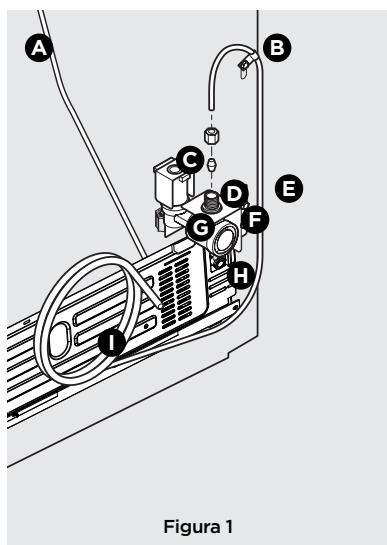

Figura 1
4. **Si usa tubos de cobre:** Deslice la tuerca de compresión de latón y luego el casquillo (manguito) en la tubería de suministro de agua. Introduzca la tubería de suministro de agua en la entrada de la válvula de agua tanto como sea posible 1/4" (6.4 mm). Deslice el casquillo (manguito) en la entrada de la válvula y apriete con la mano la tuerca de compresión en la válvula. Apriete otra media vuelta con una llave inglesa; NO apriete en exceso. Ver la figura 1.